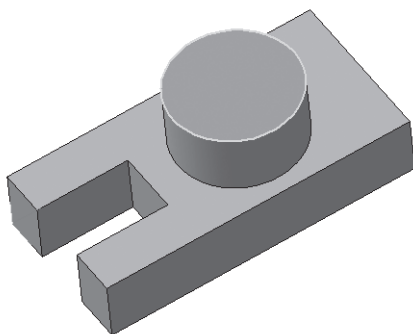

Рис. 305
- щелчком ЛКМ укажите верхнюю грань (зеленая) для последующих построений (рис. 305);